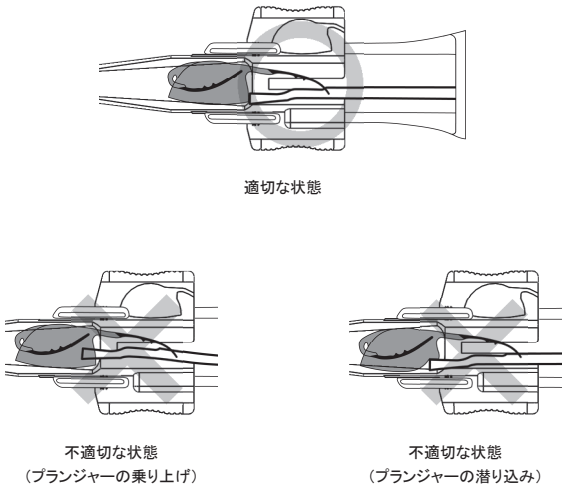

図15
10. プランジャーをさらに押し進め、ねじ山に突き当たったら、スクリューを時計回りに回転させねじ山をかみ合わせ、約1／4回転させる(図 15)。このとき、プランジャーの先端が光学部に乗り上げていないこと、光学部の下に潜り込んでいないことを確認する。これらの異常が見られる場合は、眼内レンズ及びカートリッジは、医療廃棄物として廃棄すること。